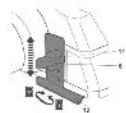

Fig. 1
Allineare la fessura della profondità della battuta calibro (12) alla filettatura di montaggio (11) e fissarlo con una vite ad alette (6) (Fig.1).